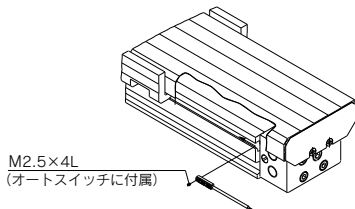

図2 オートスイッチ装着図
② オートスイッチ、コードカバー取付け要領
1) オートスイッチをシリンダ側面より挿入し付属のねじにて固定してください。(図2参照)